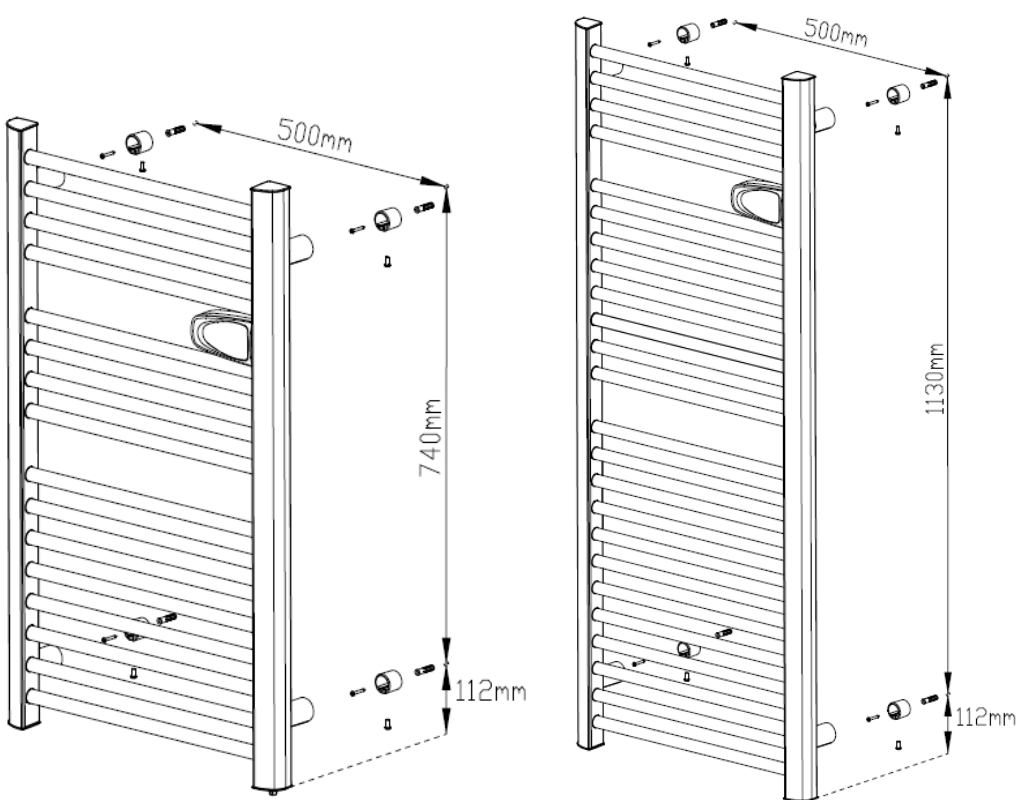

FIG 2
- Fixez les supports muraux sur un mur résistant et plat à l'aide des vis et chevilles appropriées au type de mur et selon les cotes indiquées sur le schéma d'installation. (voir Fig 2).
- Présentez l'appareil face aux supports muraux et l'insérer. Utilisez ensuite les vis prévues à cet effet pour maintenir l'appareil aux supports fixés au mur. (voir Fig 2).